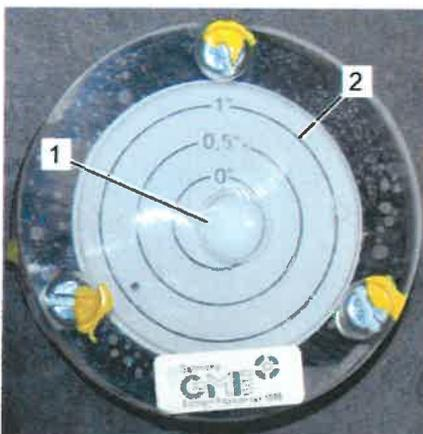

Abb. 50: Dosenlibelle
5. Das Chassis durch Ausrichten der Stützen nach der Dosenlibelle (Abb. 50) (Art.-Nr. 4001/0298) in waagerechte Position bringen. Die Blase (Abb. 50/1) der Dosenlibelle muss sich innerhalb des 1°-Kreises (Abb. 50/2) befinden.